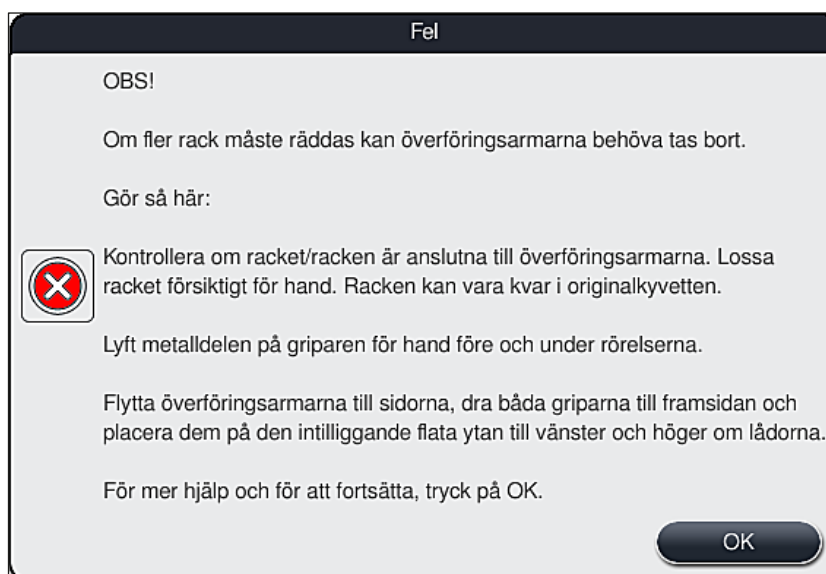

Bild 109
3. Efter det att användaren har tryckt på knappen **OK** (→ "Bild 108") visas ett annat informationsmeddelande (→ "Bild 109") som informerar om hur respektive rack ska avlägsnas på ett korrekt sätt.